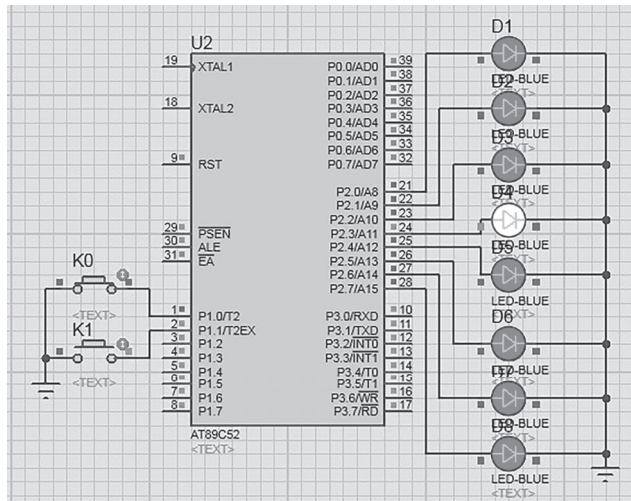

图 1.26 LED 流水灯点亮
(2) 当 K0 闭合、K1 断开时, L0 ~ L7 按流水方式点亮, 大约每秒钟变化 1 次, 如图 1.26 所示。